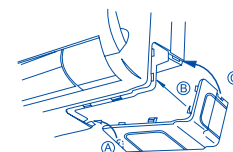

Рис. 12
4) Установите крышку нижней панели в исходное положение (рис. 12).